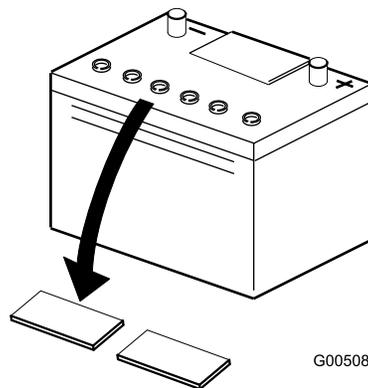

図 4
4. バッテリーの上部をきれいに拭い、キャップを取り外す(図4)。